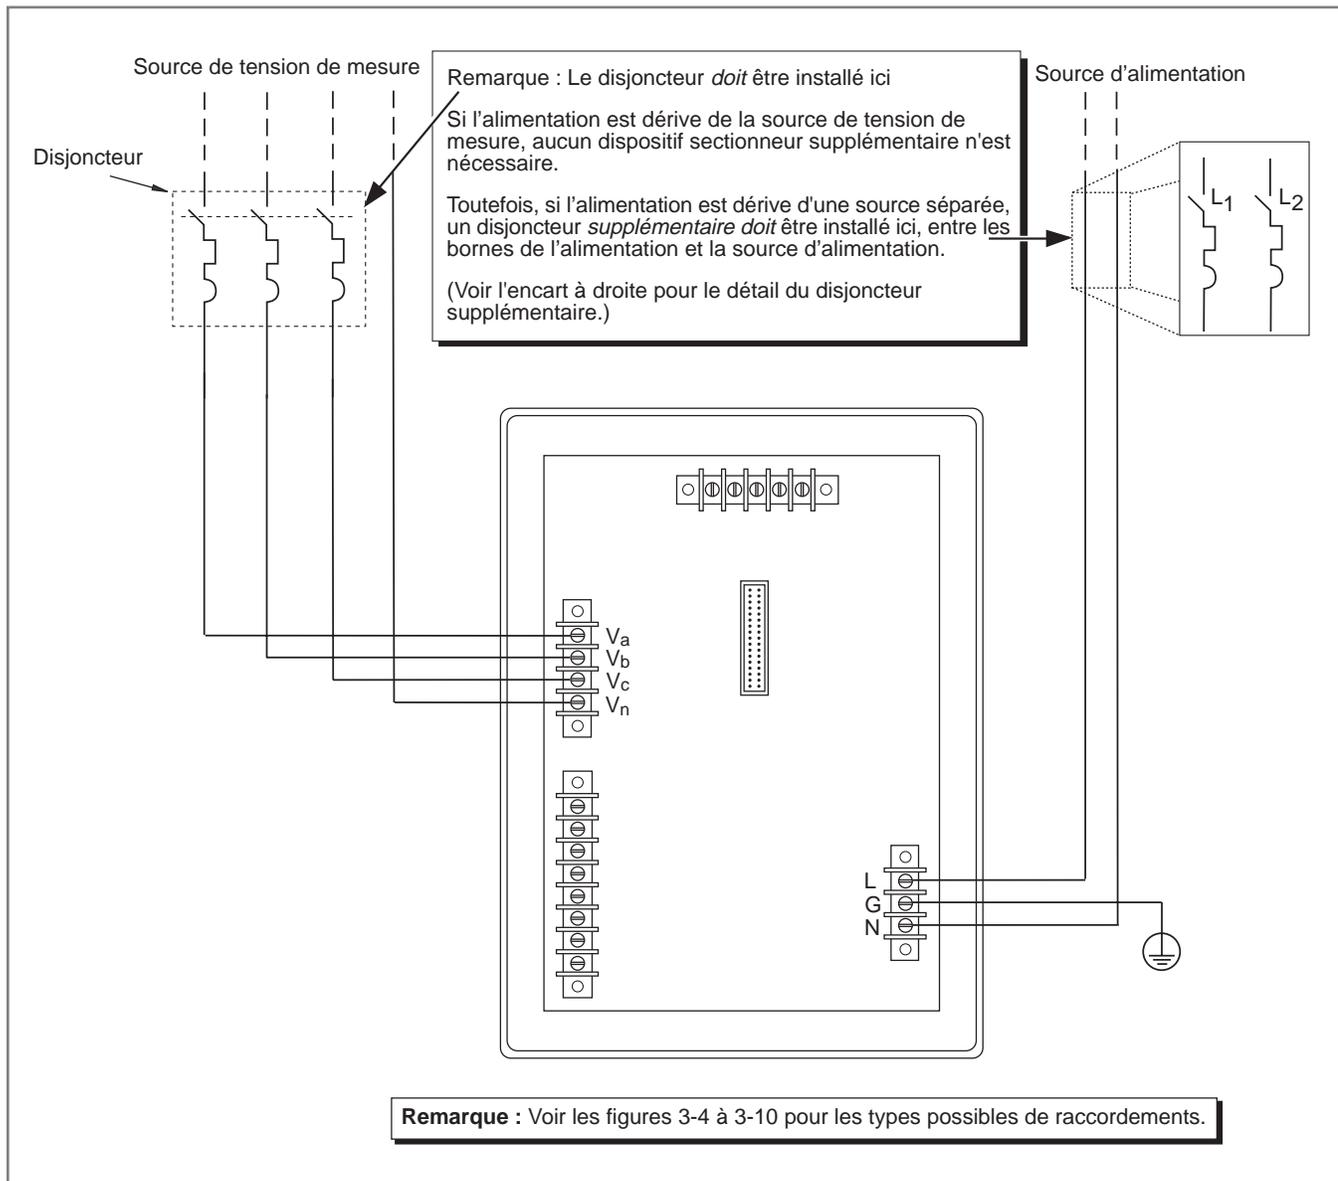

Figure 3-1 : Exemple de disjoncteur de coupure pour la compatibilité électromagnétique
Pour assurer la compatibilité électromagnétique, les disjoncteurs Merlin Gerin de type P25M #21104 ou équivalent IEC 947 doivent être directement raccordés aux entrées de mesure de tension et d'alimentation (figure 3-1).
1. Réaliser la découpe et les perçages. Consulter la figure 3-1 pour les dimensions exactes.